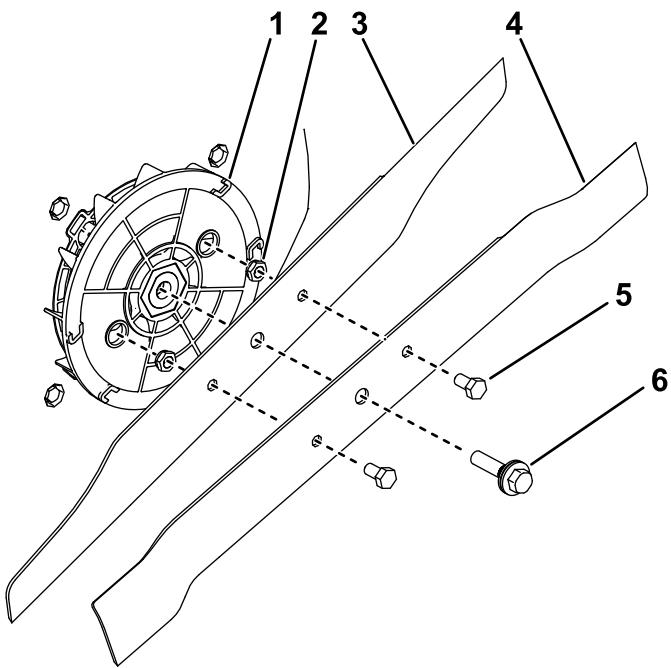

Figure 22
5. Fixez les nouvelles lames ensemble comme montré à la Figure 22; serrez les écrous de fixation des lames entre 18,9 et 19,6 N·m (167 et 173 po-lb).
6. Montez les nouvelles lames avec le boulon de lame (Figure 22).